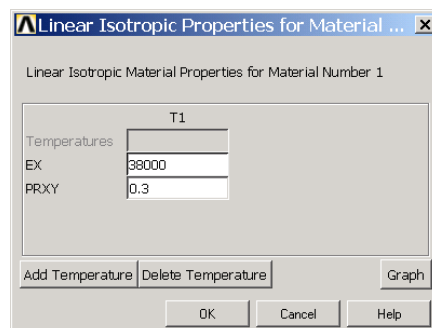

图10.6 定义弹性模量和泊松比。
(2) 定义材料参数。单击 Main Menu> Preprocessor> Material Props> Material Models 菜单，依次双击【Structural】|【Linear】|【Elastic】|【Isotropic】菜单，弹出如图 10.6 所示的对话框。在【EX】文本框中输入【38000】，在【PRXY】文本框中输入【0.3】，然后单击【OK】按钮。